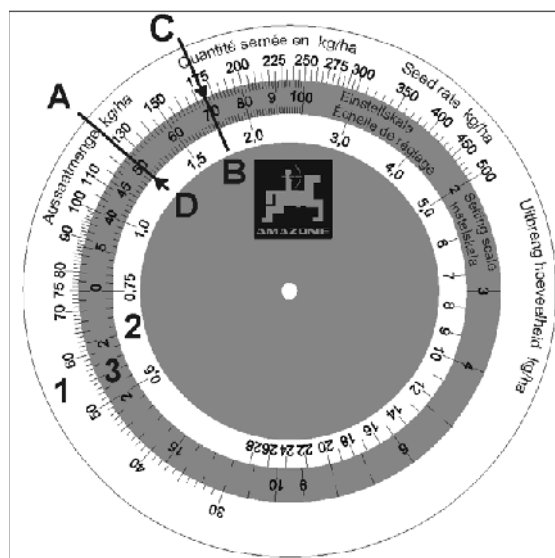

Fig. 84
Regneskiven består af 3 skalaer: En ydre hvid skala (Fig. 84/1) til alle såmængder over 30 kg/ha og en indre hvid skala (Fig. 84/2) til alle såmængder under 30 kg/ha. På den midterste farvede skala (Fig. 84/3) aflæses gearindstillingerne fra 1 til 100.
- På regneskiven anbringes såmængden 125 kg/ha (Fig. 84/A) og "gearindstilling 50" (Fig. 84/B) over for hinanden.
- På regneskiven aflæses nu gearindstillingen for den ønskede såmængde på 175 kg/ha (Fig. 84/C). I dette tilfælde er der tale om "gearindstilling 70" (Fig. 84/D).